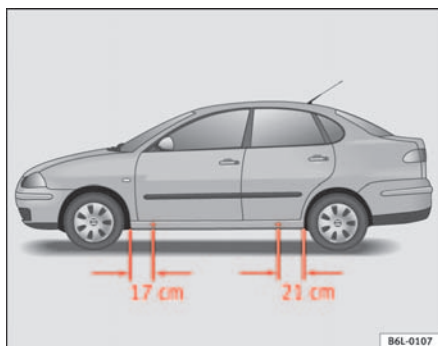

Abb. 132 Aufnahme-
- Suchen Sie den Aufnahmepunkt am Unterholm, der dem zu wechselnden Rad am nächsten liegt ⇒ Abb. 132.
Am Unterholm kennzeichnen jeweils vorn und hinten Eindrückungen die Stellen, an denen der Wagenheber angesetzt werden darf ⇒ Abb. 132. An jedem Rad ist eine Stelle für den Wagenheber vorgesehen. An anderen Stellen darf der Wagenheber nicht angesetzt werden.